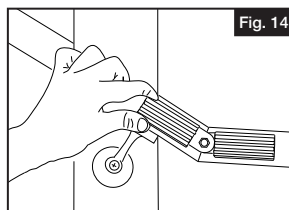

Fig. 14
2. Posicionar la unión ajustable en la parte exterior del pasamanos y apretar el tornillo en el ángulo adecuado (Fig. 14).